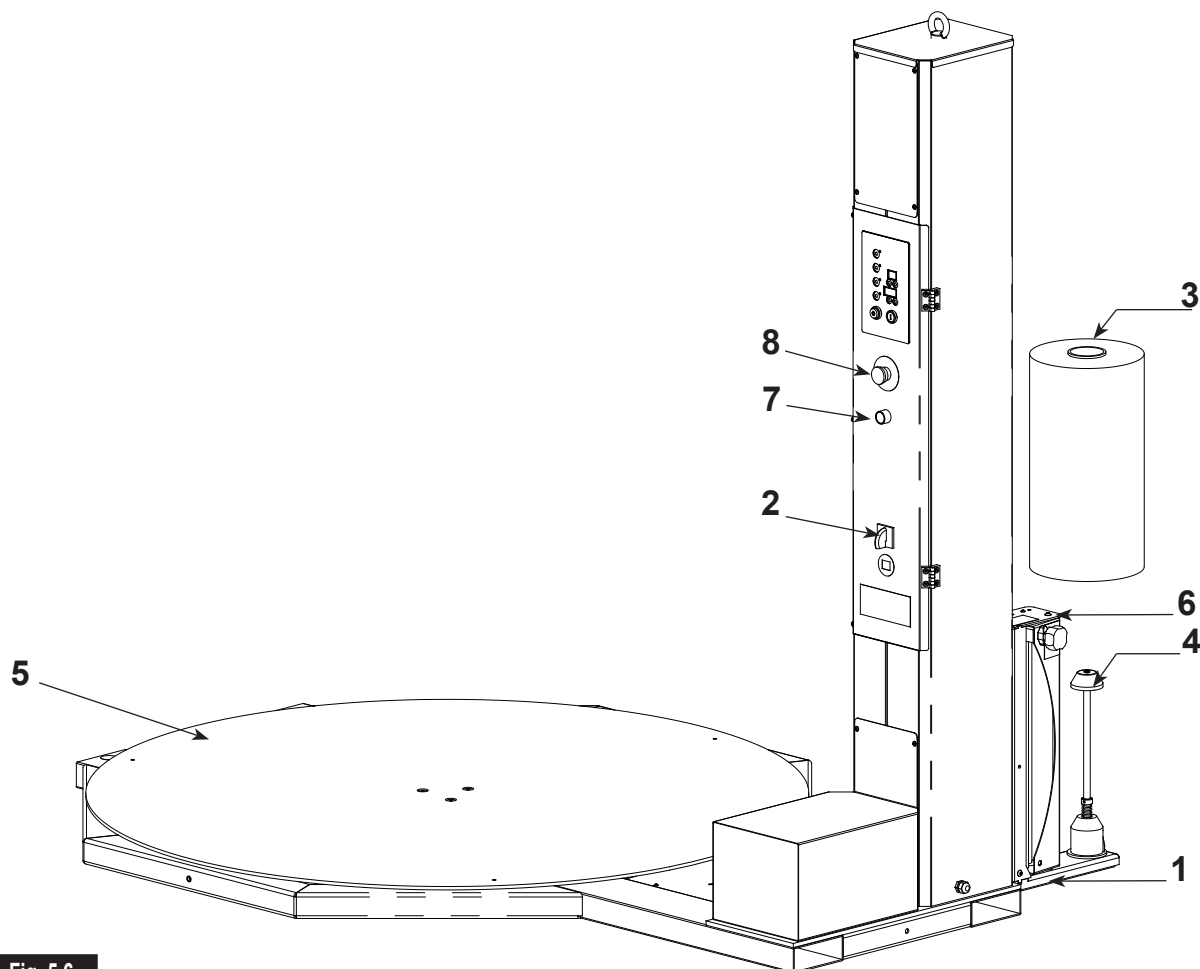

Fig. 5.6
La procedura che segue è di carattere generale (vedi Fig. 5.6).
- Posizionare correttamente il pallet sulla tavola rotante **(5)** (vedi Fig. 5.6);
El procedimiento que sigue es de carácter general (ver Fig. 5.6).
- Colocar correctamente el palé sobre la plataforma giratoria **(5)** (ver Fig. 5.6);
- apretar el pulsador **START (A)**;
A fine lavorazione, per periodi anche brevi di inoperatività è obbligatorio portare la macchina in condizioni di sicurezza (vedi Fig. 5.6).
La macchina è dotata di pulsante di emergenza a fungo (8) (Fig. 5.6). Premendo il pulsante a fungo si ottiene l'immediato arresto della macchina. Per riavviare la macchina occorre ruotare il pulsante a fungo fino a riarmarlo e premere il pulsante blu per riattivare il pannello di controllo.
Cuando termine el trabajo, incluso durante breves periodos en los que la máquina no esté operativa, es obligatorio tenerla en condiciones de seguridad Fig. 5.6:
La máquina cuenta con una seta de emergencia (8) (Fig. 5.6) cuya activación provoca la parada inmediata de la máquina. Para reencender la máquina es necesario girar el pulsador de seta hasta rearmarlo y accionar el pulsador para reactivar el panel de mando.